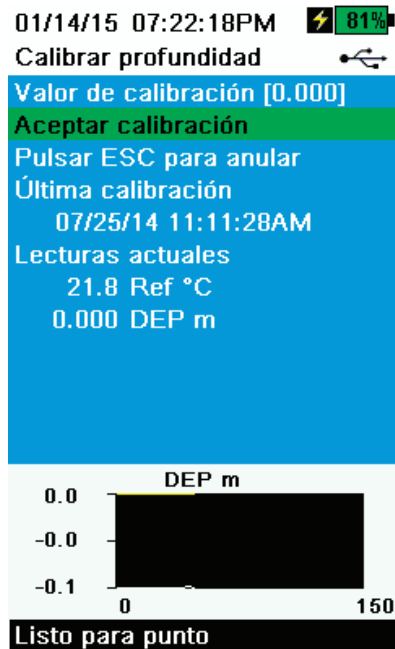

Figura 53 Calibrar la profundidad
3. Observe las lecturas reales de estabilidad (la línea blanca en el gráfico no muestra cambios significativos durante 40 segundos), luego seleccione **Aceptar calibración** (Figura 53). Se mostrará "¡Calibración correcta!" en el área de mensajes.